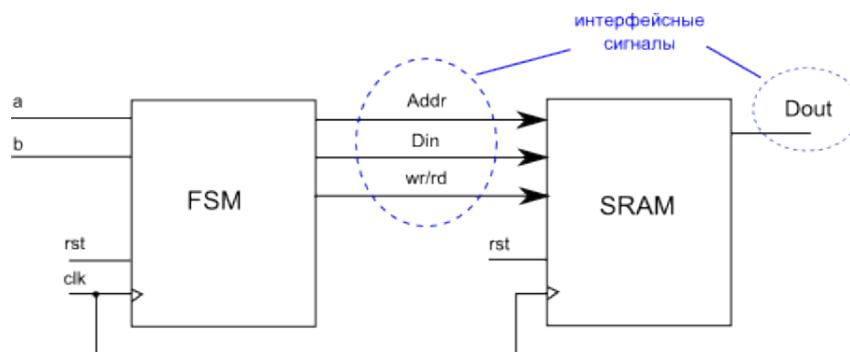
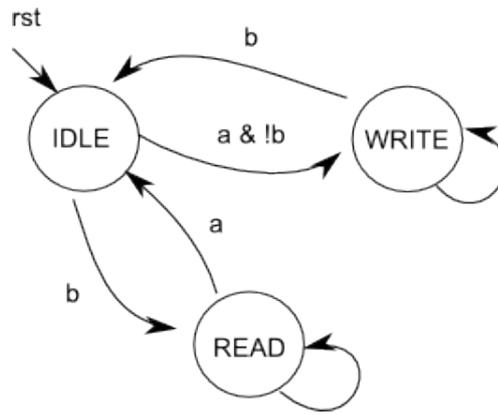

Рис. 15: Схема тестирования статического ОЗУ
Рис. 16: Диаграмма состояний управляющего конечного автомата (FSM)
4. Спроектировать схему тестирования памяти (см. рис. 15).
Схема, которую необходимо реализовать в пункте 4, представлена на рис. 15.
На рис. 15 использованы следующие условные обозначения:
Управляющий конечный автомат (FSM) должен работать в соответствии с диаграммой состояний, изображенной на рис. 16.
Все схемы являются синхронными, работающими по переднему фронту тактового сигнала clk . Набор интерфейсных сигналов для разных типов памяти будет различным. На рис. 15 приведен обобщенный пример памяти с адресным доступом. При выполнении работы необходимо использовать набор интерфейсных сигналов, соответствующий памяти из варианта задания.
Логика тестирования разработанной схемы (рис. 15) необходимо выбрать такую, чтобы в результате автомат успел пройти все возможные состояния (см. рис. 16).